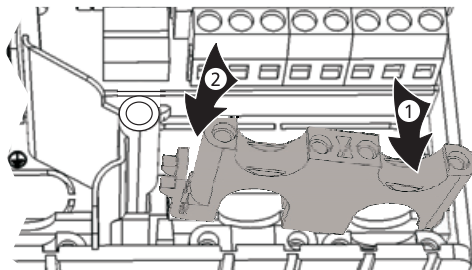

Abb. 4: Rechte Kunststoffbrücke einsetzen
1. Rechte Kunststoffbrücke mit der Rastnase zuerst einsetzen ① (Abb. 4).
2. Andere Seite der Kunststoffbrücke nach unten drücken ②, bis die Federklemme einrastet.